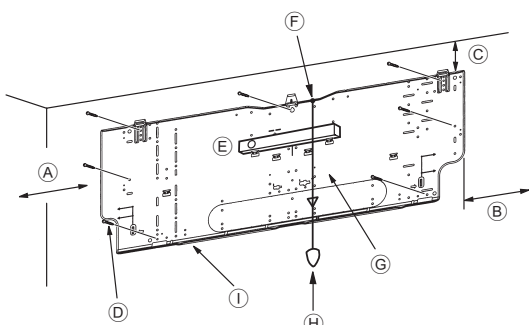
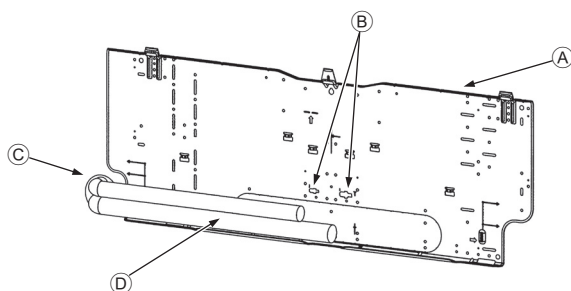

Fig. 3-4
Fig. 3-5
■ PKFY-P-NKMU-E2 (Fig. 3-4)
- ▲ Vis de fixation (4 × 25) ②
- ▲ Planche d'installation ①
3.3. Lors de l'insertion des tuyaux dans le mur (Fig. 3-5)